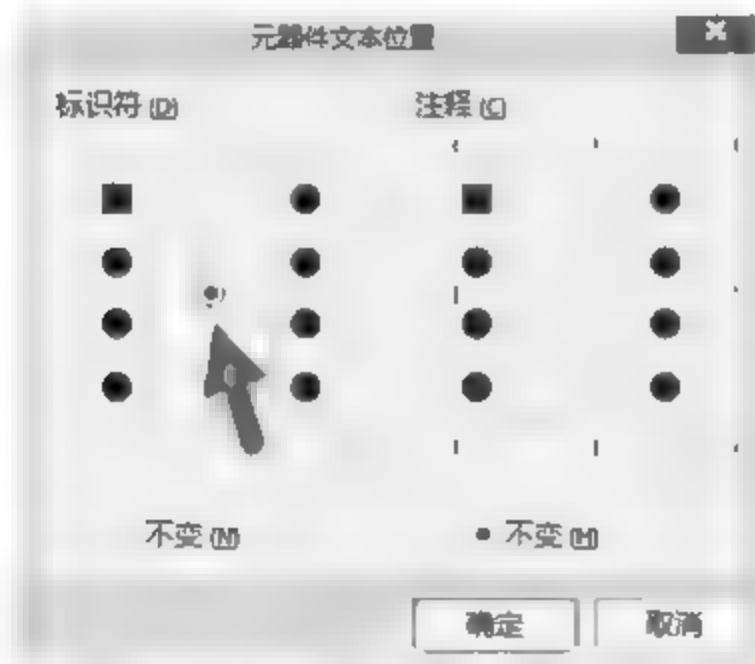
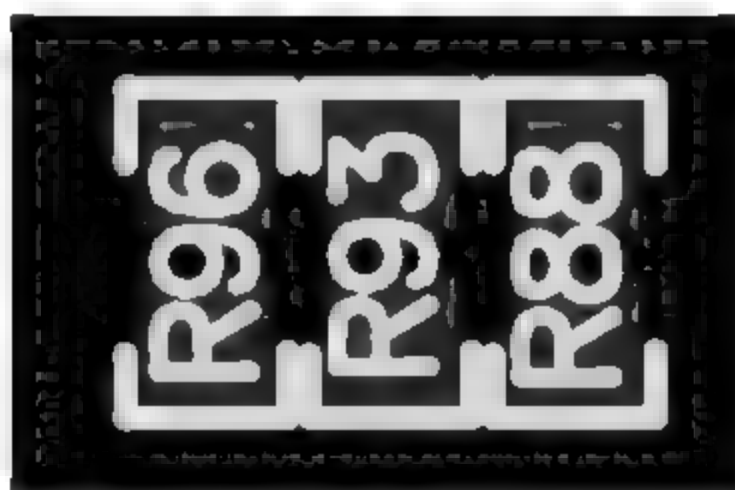

图 6-11 元器件文本位置调整
图 6-12 位号放在元件内部
(4) 元件位号位置调整。如果元件过于集中,位号无法放到元件旁边,有以下解决方法。
① 将位号放到元件内部。先按快捷键 Ctrl+A 全选,再按快捷键 A+P,打开“元器件文本位置”对话框,在“标识符”这一项中选择中间位置,即可将位号放到元件内部,如图 6-11 所示。然后再进行方向调整,调整好的位号如图 6-12 所示。